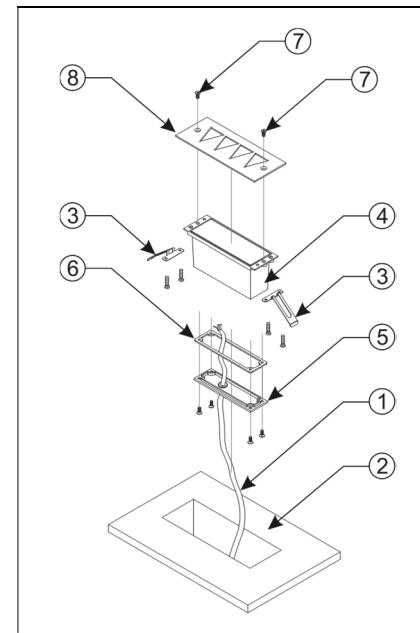
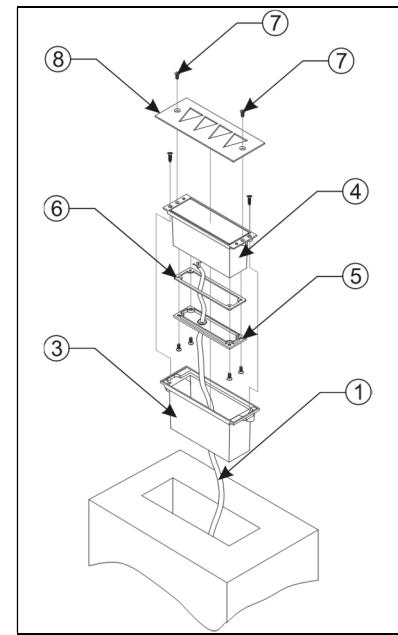

РИС. 1. Монтаж светильника без установочного короба
РИС. 2. Монтаж светильника с установочным коробом
## 5.2. Монтаж светильника с установочным коробом – Способ №2 (РИС.2)
**Внимание!** Светильник может быть установлен двумя способами, в зависимости от комплектации, места установки и типа монтажной поверхности (см. РИС.1, РИС.2):
#### **5.1. Монтаж светильника без установочного короба – Способ №1 (РИС.1)**